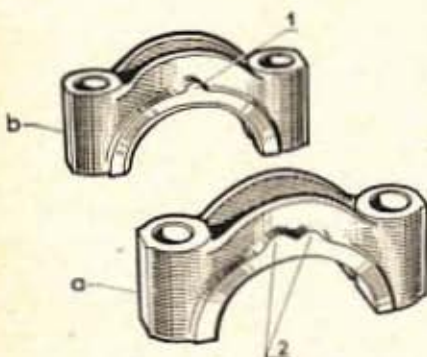

Fig. 35. — Vue des bossages d'identification des chapeaux AV (1) et milieu (2)
- Déposer les chapeaux milieu et avant, centrés par des goupilles élastiques (voir fig. 35) pour identification des chapeaux.
— les chapeaux milieu (2 bossages) et avant (1 bossage) munis de leur coussinet (fig. 35).